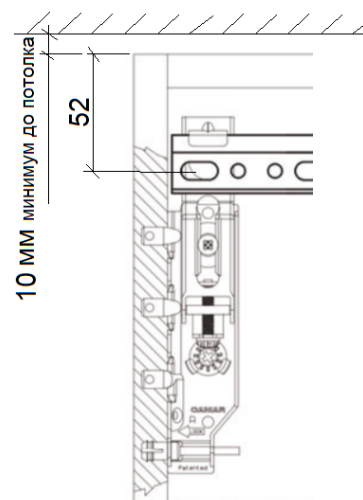

Рис.13
1. Разметить при помощи уровня горизонтальную линию для крепления монтажных планок (Рис. 13), учитывая минимальный зазор между потолком и шкафом.